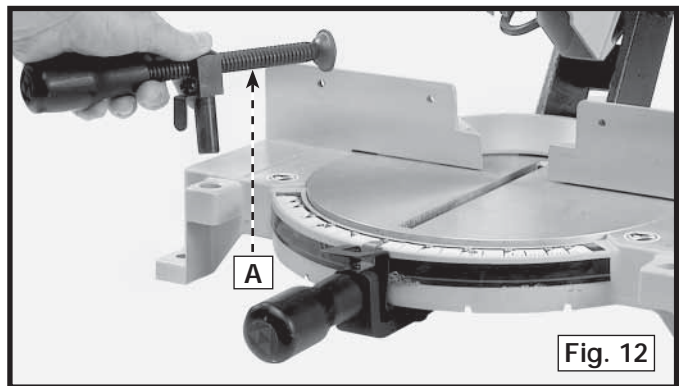

Fig. 12
1. Una fig. 12 del (A) de la abrazadera del trabajo opcional está disponible. Utilice esta almeja accesoria, especialmente con los objetos cortos. Nunca permita que sus manos estén en la " zona del peligro ".